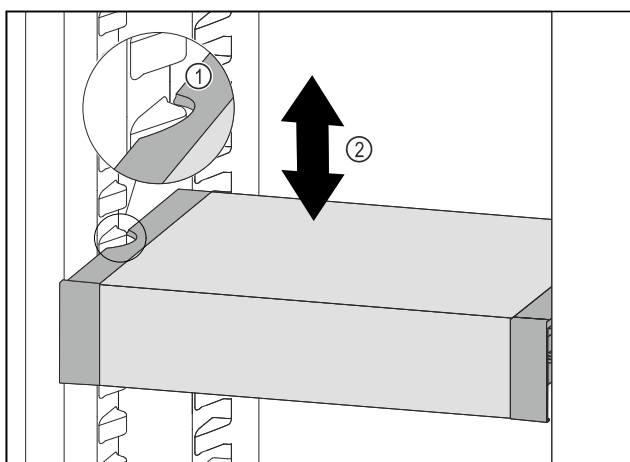

Fig. 63
- ▶ VarioSafe w chłodziarce przesunąć w górę lub w dół, aż zostanie osiągnięta żądana wysokość. Fig. 63 (2)